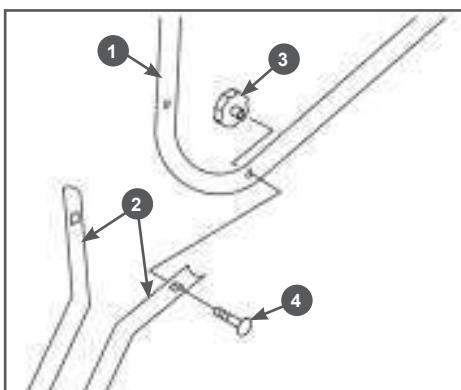

Рис. 7 Установка рабочих рукояток
- Установите на стойки 2 рабочие рукоятки 1 (Рис. 7). Совместите отверстия в стойках 2 и рукоятках 1, вставьте в отверстия болты 4 и закрутите ба-рашковые гайки 3 (Рис. 7).